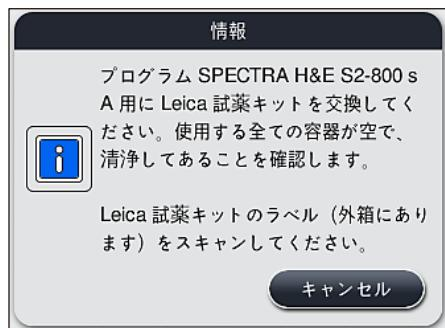

図57
1. 画面上の情報メッセージ (→「図 57」) に従い、包装箱のラベルを装置前面の RFID センサー (→「図 58-1」) の前にかざしてスキャンされるようにします。
- ライカ試薬キットのスキャンを中止するには、有効期限切れでないライカ試薬キットのパッケージのラベルの読み込みが始まる前に、(→「図 57」) の情報メッセージにある 「キャンセル」 ボタンを押します。